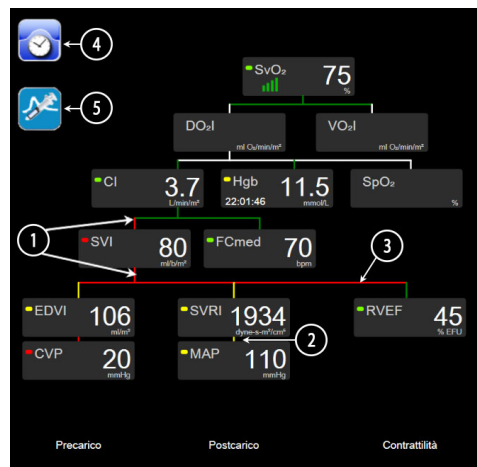

Figura 5-14 Schermata di relazione fisio durante il monitoraggio con il modulo Swan-Ganz HemoSphere
- 2 Le linee verticali che collegano direttamente due parametri appaiono dello stesso colore della lanterna del parametro sottostante (ad esempio, fra SVRI e MAP nella figura 5-14).
- 4 La barra di sinistra appare dopo l'esecuzione di una serie di boli. Toccare l'icona di orologio/forma d'onda per visualizzare i dati storici quando disponibili (vedere la figura 5-14).
NOTA L'esempio mostrato nella figura 5-14 avviene durante il monitoraggio con un modulo HemoSphere Swan-Ganz. Si presenteranno differenze di aspetto e parametri in altre modalità di monitoraggio. Ad esempio, durante il monitoraggio all'interno della modalità di monitoraggio del sensore FloTrac, FC_{med} è sostituito da PR, compaiono PPV e SVV (se configurati), ed EDV e RVEF non sono mostrati.